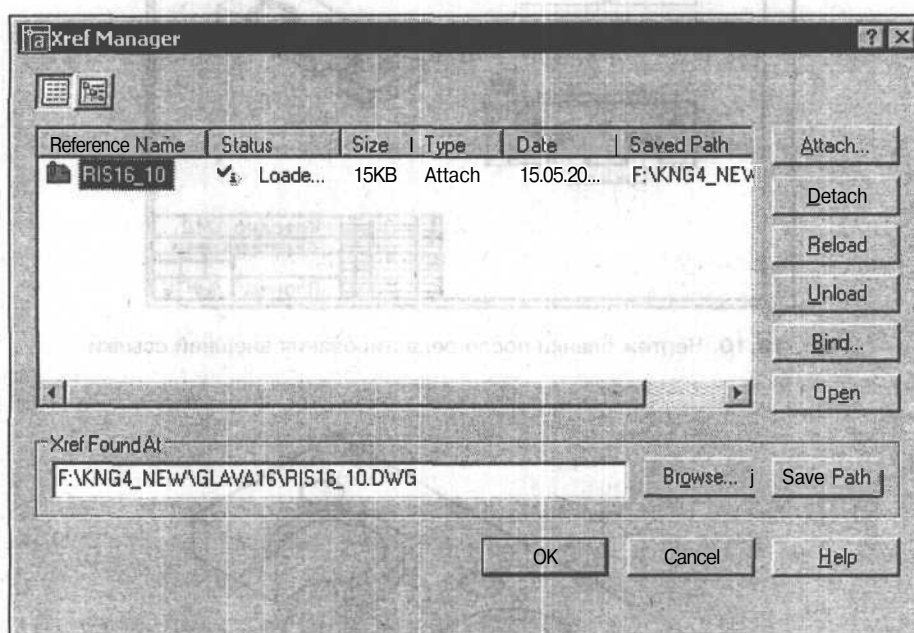

Рис. 18.12. Диалоговое окно диспетчера внешних ссылок
1. Откройте выпадающее меню **Insert** (Вставка) и выберите из него **Xref Manager** (Диспетчер ссылок). Появится диалоговое окно **Xref Manager** (Диспетчер внешних ссылок) (рис. 18.12).